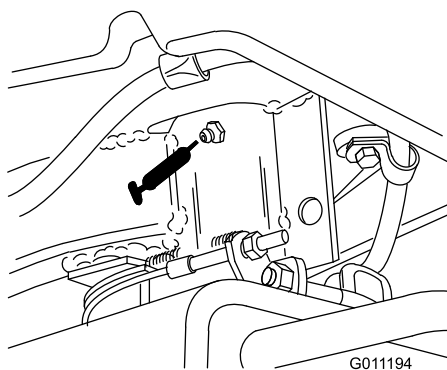

図 26
- ・ ステアリング・フォークのシャフト：1 か所 (図 26)